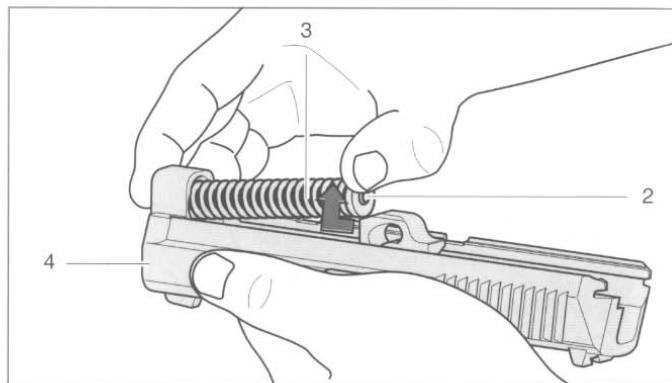

Abb. 11
7. Schliessfederführung **2** nach vorne und seitlich drücken, vorsichtig nach oben abheben und Schliessfeder **3** mit Schliessfederführung **2** aus Verschluss **4** entfernen (Abb. 11).